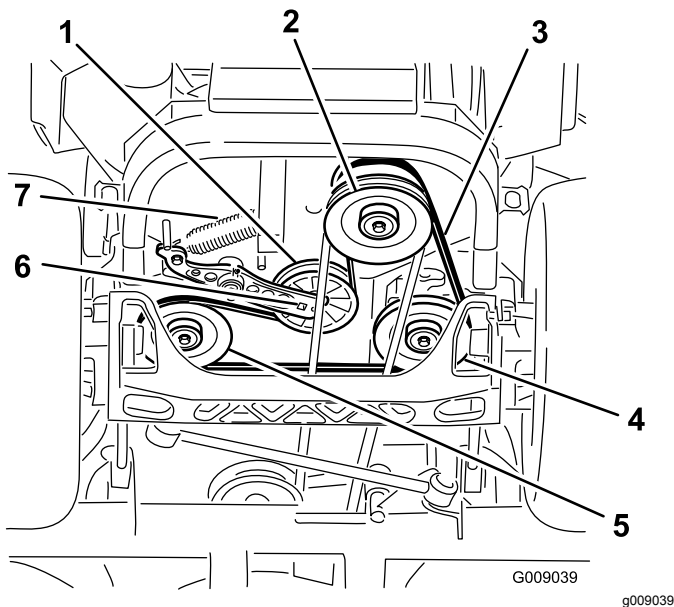

Bild 86
- Heben Sie die Maschine an und stützen Sie sie mit Stützböcken ab (Bild 86).
5. Setzen Sie eine Ratsche in das rechteckige Loch im Spannarm ein, um die Spannscheibenfeder zu entfernen (**Bild 86**).
6. Haken Sie die Spannscheibenfeder vom Rahmen aus (**Bild 86**).
9. Setzen Sie einen Schraubenschlüssel in das rechteckige Loch im Spannarm ein, um die Spannscheibenfeder im Rahmen einzusetzen (**Bild 86**).